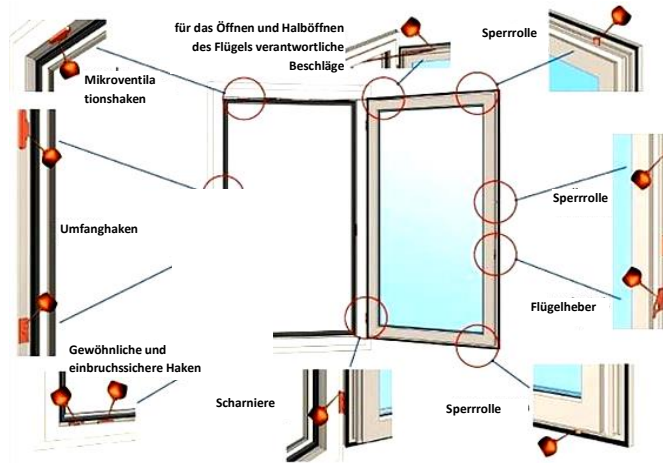

Abb.1
3. Schmieren Sie mindestens einmal pro Jahr alle Stellen, an denen Reibung auftritt, wie in Abb. 1 dargestellt